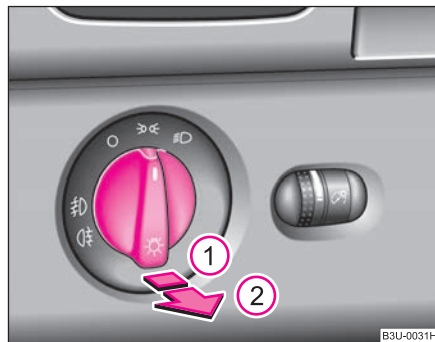

Fig. 36 Cuadro de interruptores: Conmutador de luz
- Girar primero el conmutador de luces a la posición ☞ o ☞ ⇒ fig. 36.
- Tire del conmutador de luz a la posición ①.
- Tire del conmutador de luz a la posición ②.